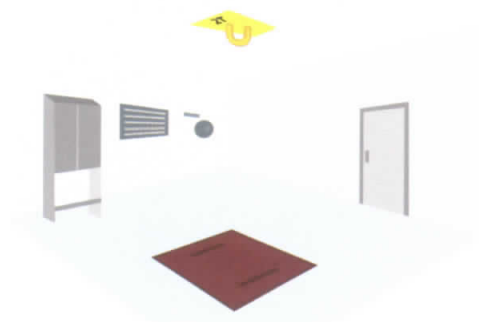

Figura 7
indicação da carga máxima admissível. Ex: 2T ou 2.000 Kg (verificar a capacidade na planta de instalação ou com os consultores da Atlas Schindler). (NBR NM 207, item 6.3.7) (Figura 7).